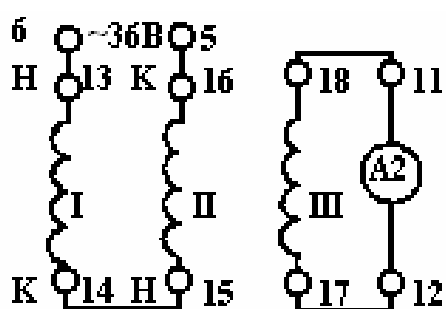
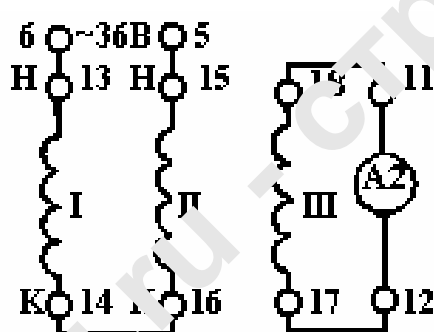

Рисунок 2
Рисунок 3
1. Собрать схему по рис.2, где клеммы 11, 12 - клеммы миллиамперметра pA2.
4. Для проверки состояния, показанного на рис.2, когда 15 - начало, а 16 - конец второй катушки, собирается по рис. 3.